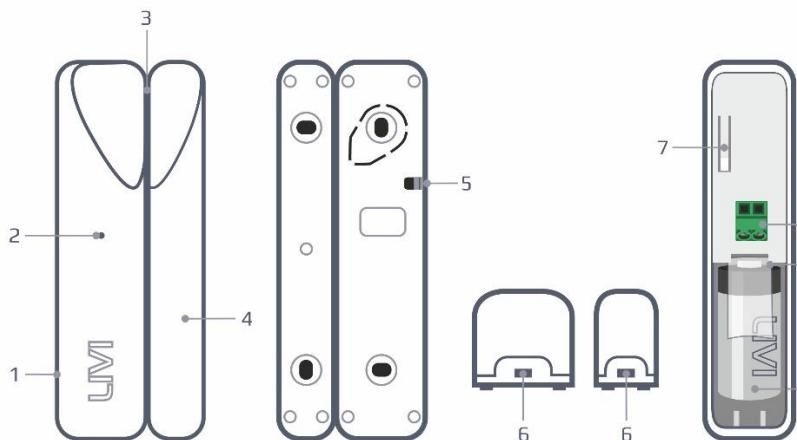

Рисунок 2.1 – Внешний вид датчика открытия
Датчик открытия конструктивно состоит из двух элементов: магнитоуправляемого основного элемента и управляющего магнита (см. рисунок 2.1). Датчик оснащен встроенным тампером для контроля вскрытия корпуса.
Датчик имеет вход для подключения внешнего проводного датчика открытия (геркона) или шлейфа сигнализации (ШС) с несколькими герконами (см. рисунок 2.1).
- Если датчик используется впервые, то вытяните защитную пленку из батарейного отсека (9, рисунок 2.1).